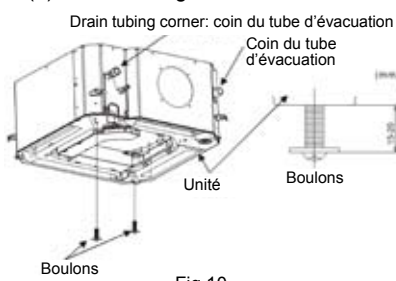

Fig 10
- (2) Installation temporaire du panneau
- a. Installer deux boulons (accessoire) sur l'unité principale (le coin du côté des tuyaux frigorifiques et le coin opposé). Le détail est présenté dans la Fig 10. Faites attention de laisser le boulon non vissé de 15-20mm pour pouvoir accrocher facilement le panneau.
(3) Câblage du panneau